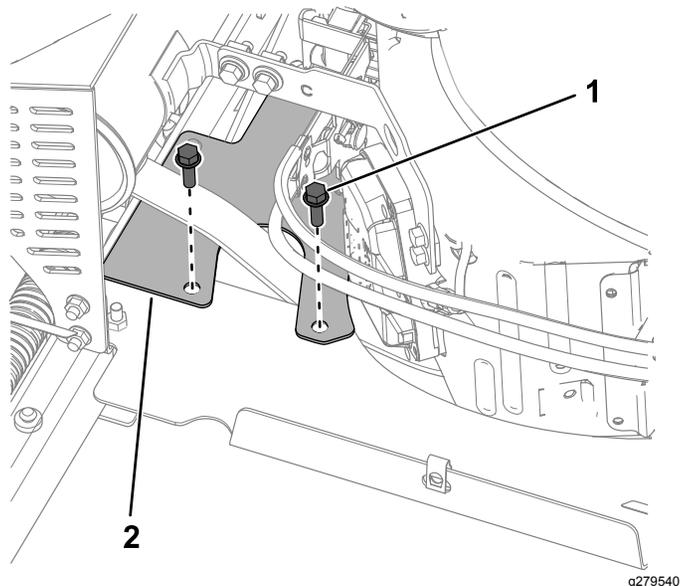

Рисунок 31
- Отверните 2 болта (5/16 x 1 дюйм) и снимите ограждение ремня (Рисунок 31).
- Установите ограждение ремня, как показано на Рисунок 31. Затяните болты с моментом от 20 до 25 Н·м.